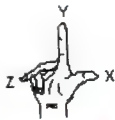

图 6.19 右手定则
- 要确定X、Y和Z轴的正轴方向，可将右手背对着屏幕放置，拇指指向X轴的正方向，伸出食指和中指，食指指向Y轴的正方向，中指所指的方向即是Z轴的正方向，如图6.19所示。